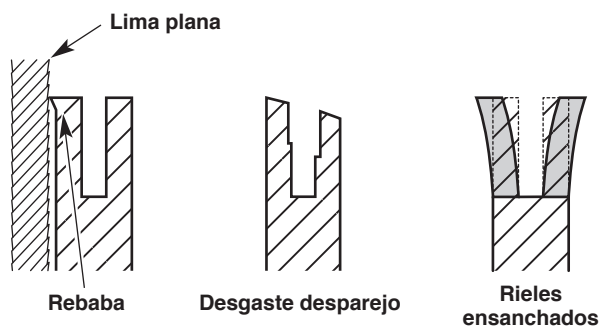

Fig. 40
- Controle frecuentemente si hay daño en la barra de guía (Fig. 40). El biselado y desbarbado de los carriles de la barra de guía (los bordes a ambos lados de la canaleta de la barra) es un proceso normal del desgaste de la barra. Estas fallas deben corregirse con una lima tan pronto ocurren (Fig. 40). Una barra de guía con las fallas siguientes debe ser reemplazada: